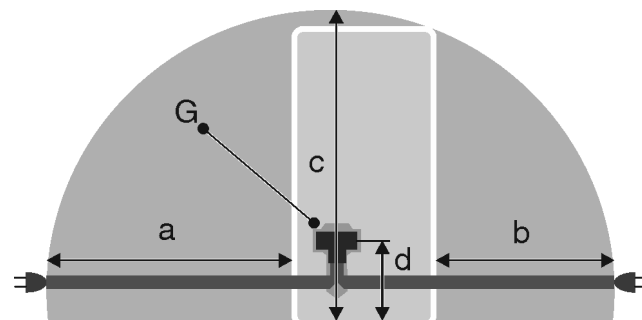

Fig. 25
- Zásuvka leží mimo oblast zadní stěny spotřebiče v dané oblasti *Fig. 25 (a, b, c)*.
- ▶ Zástrčku spotřebiče *Fig. 25 (G)* zastrčte na zadní straně spotřebiče. Dávejte pozor na správné zaklesnutí.